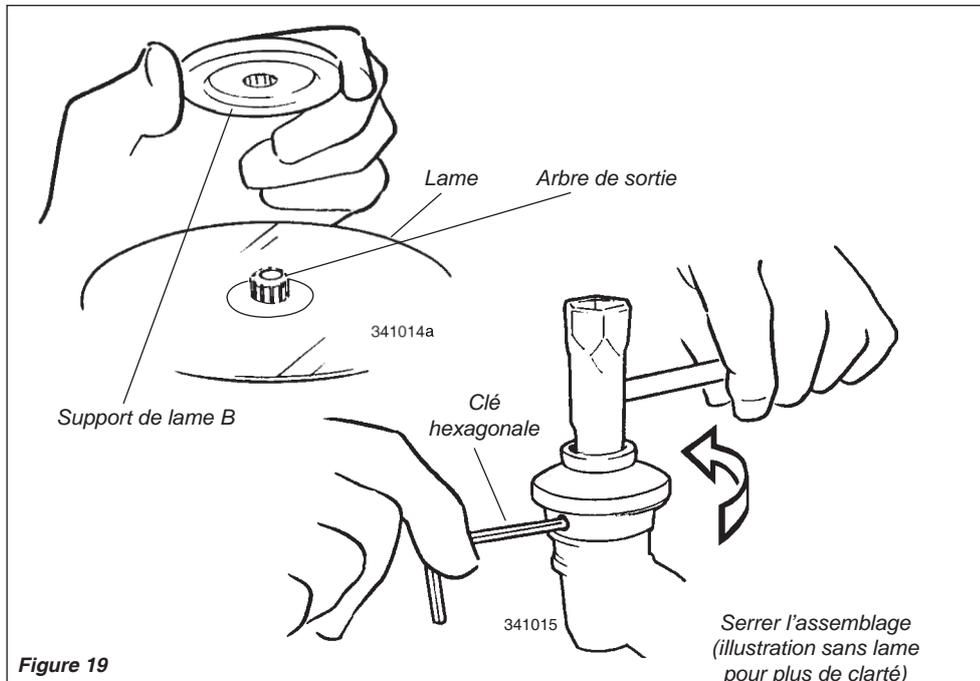

Figure 19
2. Installer le support de lame B sur l'arbre de sortie. Voir la figure 19. L'encoche du support doit être fermement serrée contre la lame.